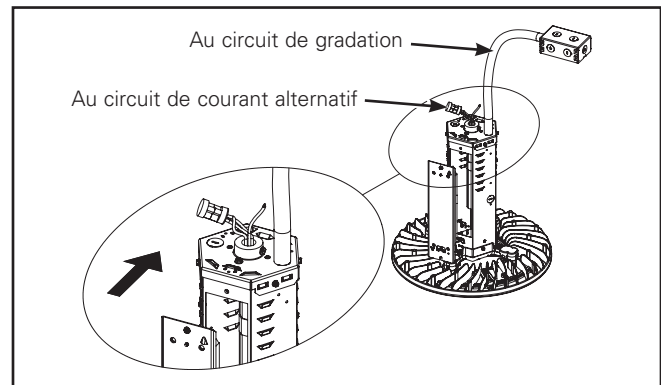

Figure 12.
4. Fermez le compartiment du régulateur (Figure 12).